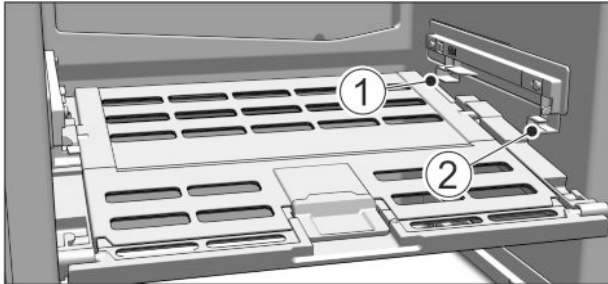

Fig. 17
- ▶ Deckel Fruit & Vegetable-Safe einsetzen: Deckelstege von unten in die hintere Halterung Fig. 17 (1) einführen und vorne in die Halterung Fig. 17 (2) einrasten.